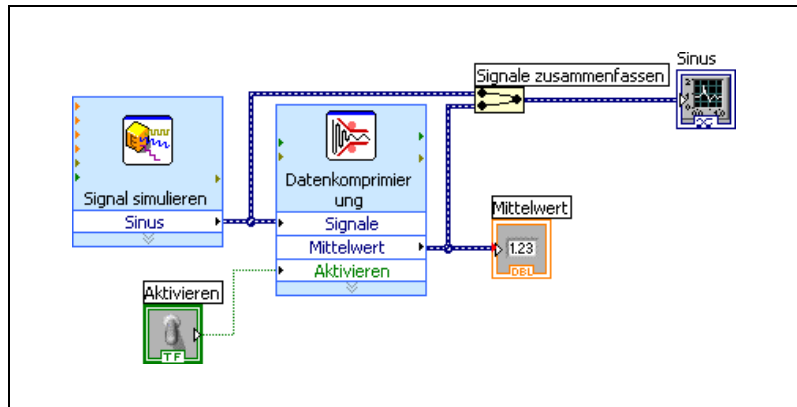

Abbildung 2-3. Das Blockdiagramm des VIs “Werteanzahl reduzieren”
6. Ordnen Sie die Objekte im Blockdiagramm der Abbildung 2-3 entsprechend an.